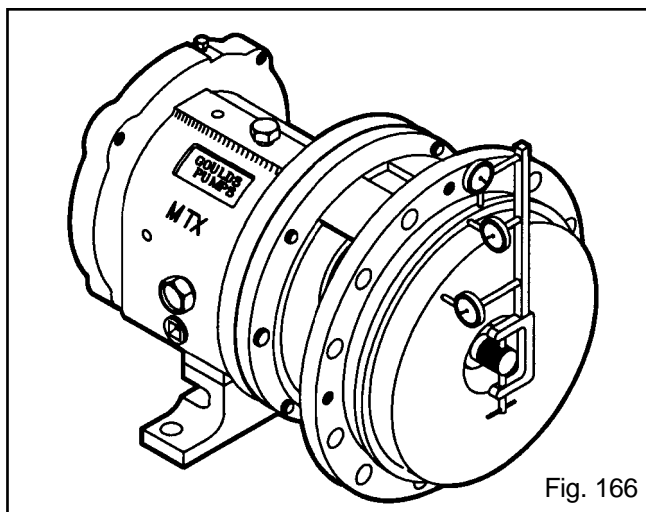

Fig. 166
2. Verifique el descentramiento de la tapa del prensaestopos. Gire el indicador 360 grados. Una lectura total del indicador superior a 0.005 pulg. (0.13 mm) indica un problema (Fig. 166).